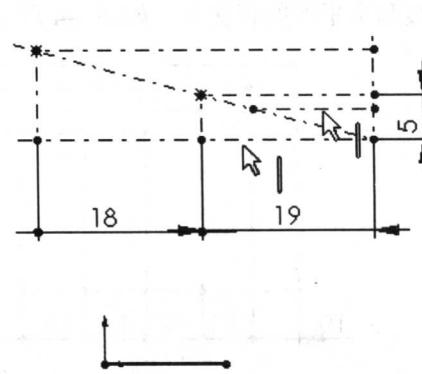
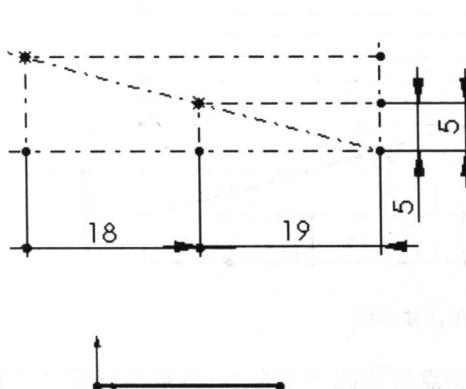

图 1-9 选择线段
图 1-10 标注尺寸
8) 用“智能尺寸”工具标注出图 1-9 中箭头所指的两条水平线的竖直距离，如图 1-10 所示，单击图标退出绘制草图。